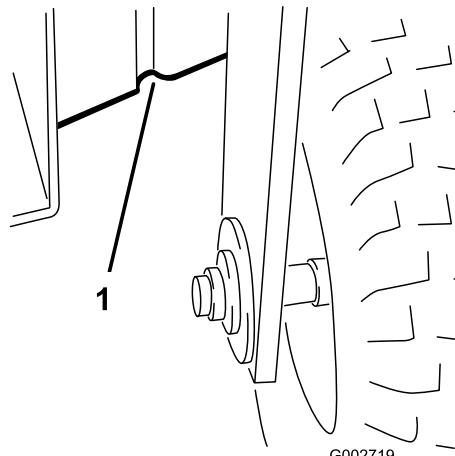

Figura 22
- Parte da frente debaixo da estrutura atrás da roda dianteira (Figura 22).